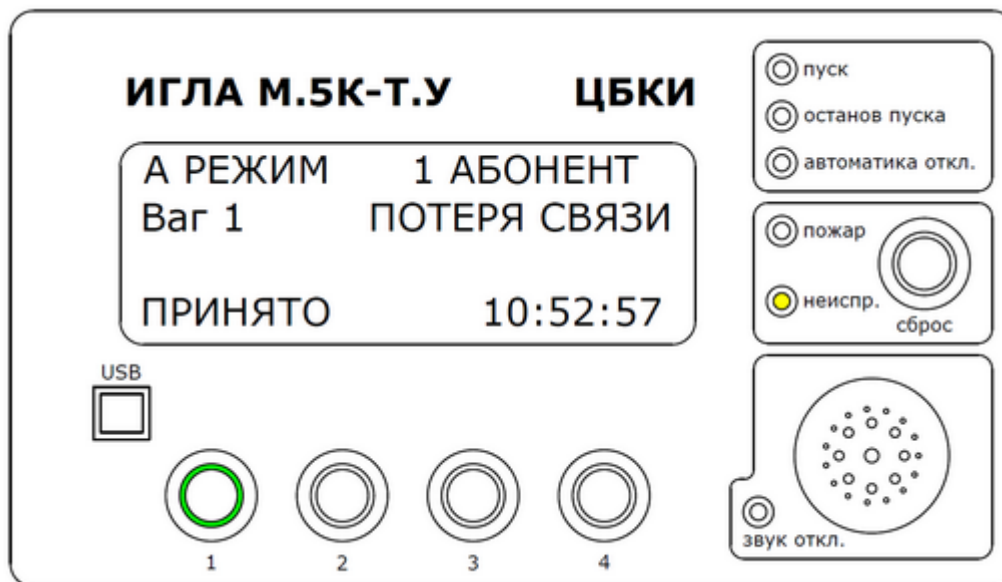

Рис. 36 – Состояние «ПОТЕРЯ СВЯЗИ»
- Обрыв в линии связи между ПЦБК-ПЦБК (рис. 36)